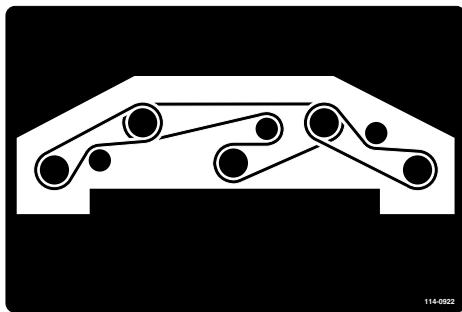

Figura 78
6. Pase la correa nueva alrededor de las poleas de los ejes y del conjunto de la polea tensora, según se muestra en Figura 78.